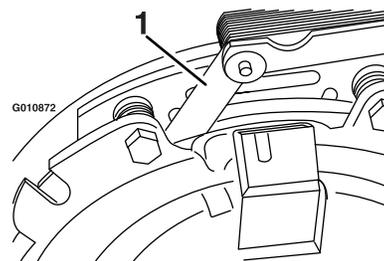
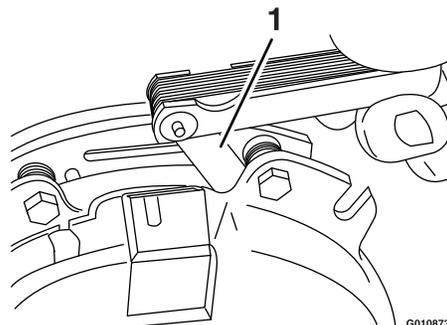

Figura 69
Figura 70
- E. Usando una galga de 0.254 mm (0.010"), compruebe la presencia de un espacio entre el rotor y la cara de la armadura en ambos lados del polo del freno, según se indica en Figura 69 y Figura 70.